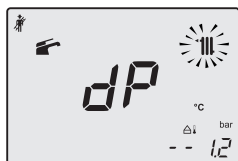

Figura 9.24
- Volviendo a pulsar el botón 19 se puede modificar de nuevo la potencia en modalidad deshollinador: el display LCD muestra las letras **dp** alternadas con el valor de temperatura del agua de calefacción (ej. **60**); estamos en la "función deshollinador" a la potencia máxima en agua sanitaria (Figura 9.24).